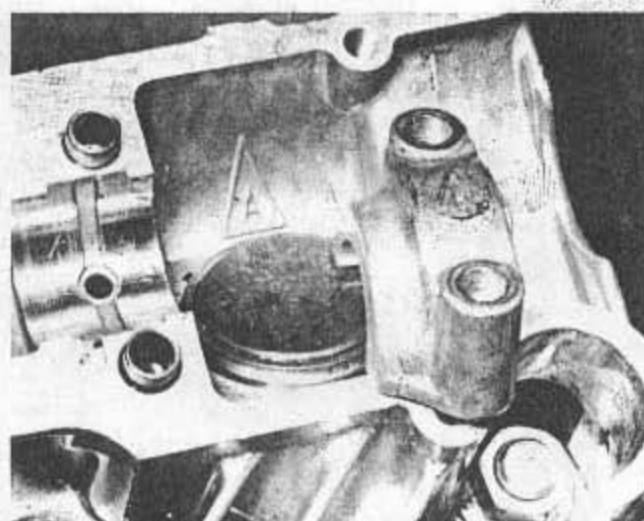

Bild 152
- Die beiden Lagerdeckel, welche jede Nockenwelle im Kopf halten, können nun aufgesetzt werden. Man beachte, dass jeder Deckel mit A, B, C oder D gekennzeichnet ist. Jeder Deckel ist dementsprechend auf das gleich gekennzeichnete Lagergehäuse aufzusetzen (siehe Bild 152). Der Deckel ist so anzubringen, dass die Buchstaben nicht ver-